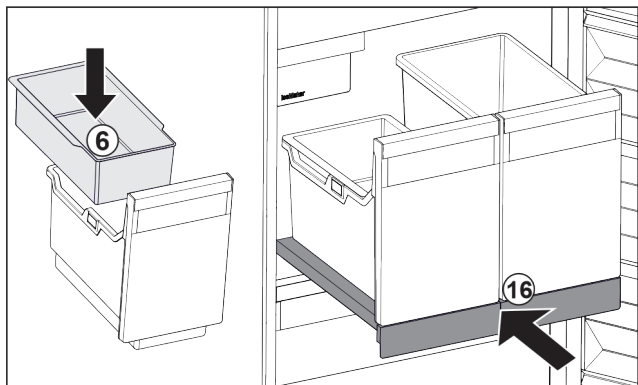

Fig. 36
- ▶ Vsaďte závěsnou misku Fig. 36 (6) pro kostky ledu.
- ▶ Zasuňte vysouvací přihrádku s nádobou (IceTower). Fig. 36 (16)